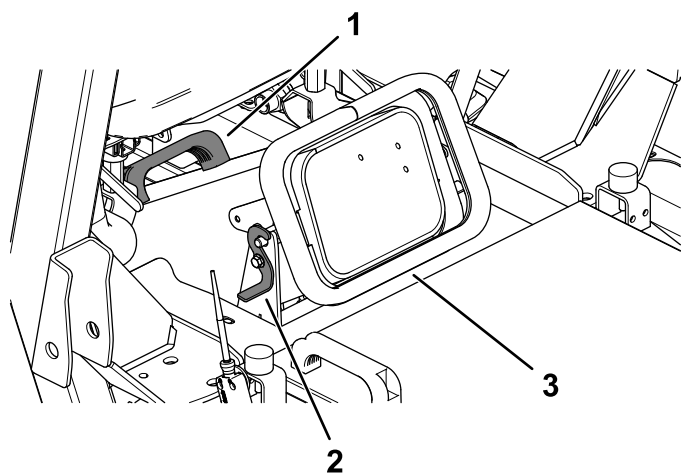

Figura 27
6. Sbloccate la guida di scarico (Figura 27).
7. Utilizzando la maniglia sulla guida di scarico, rimuovete la guida e pulitela insieme all'apertura del piatto di taglio (Figura 27).
8. Montate la guida di scarico e fissatela con i fermi (Figura 27).